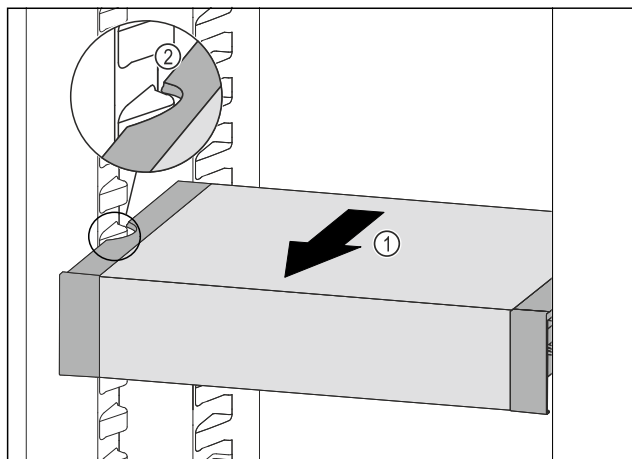

Fig. 72
- ▶ Táhněte VarioSafe dopředu Fig. 72 (1), dokud nebudou boční vybrání VarioSafe na úrovni žebrování na nádoby v chladničce. Fig. 72 (2)